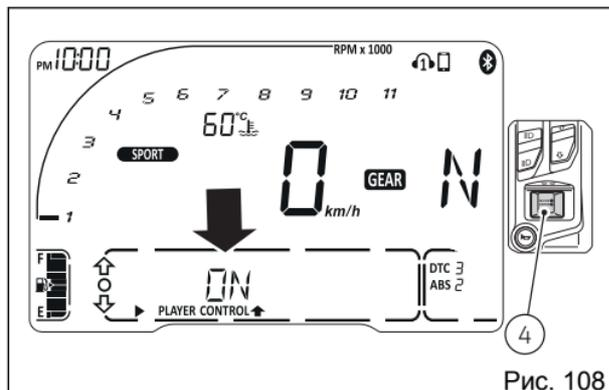

Рис. 108
Если плеер включен, на приборной панели будет отображаться надпись «PLAYER ON» (Рис. 108). Нажмите на кнопку (4) для выключения.